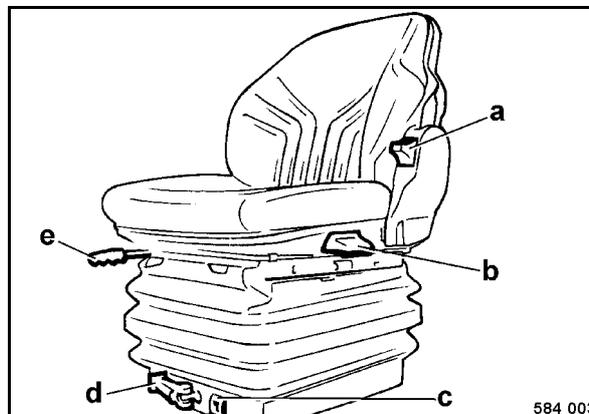

Рис. 73
- Регулировка сиденья в продольном направлении; для этого расцепить рычаг (Рис. 73), потянув его вверх, и придвинуть или отодвинуть сиденье.